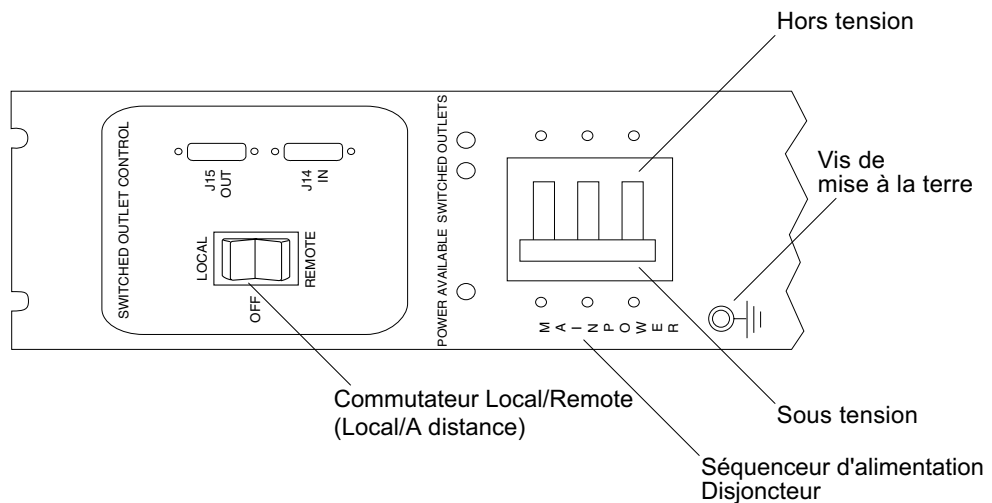

FIGURE 4-2 Panneau de contrôle d'un séquenceur d'alimentation CA
2. Mettez en position Off les disjoncteurs des séquenceurs d'alimentation CA situés sur la partie inférieure avant et arrière du système de stockage (FIGURE 4-2).
4. Mettez le commutateur Local/Remote (Local/A distance) du système de stockage sur la position Local (FIGURE 4-2).
5. Mettez les disjoncteurs des séquenceurs d'alimentation CA du système de stockage sur la position On (FIGURE 4-2).
- 3. Au bas du système de stockage, retirez les panneaux et mettez les disjoncteurs du séquenceur d'alimentation CA en position Off (FIGURE 4-2).**